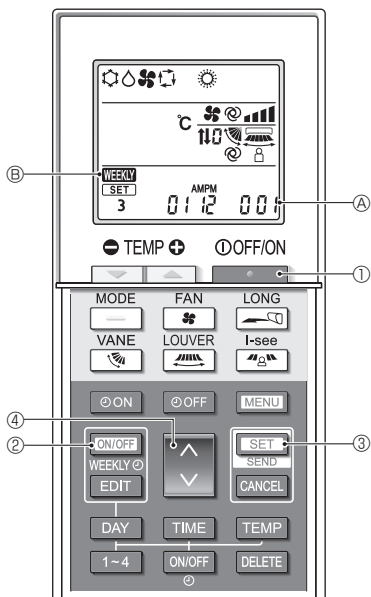

Fig. 6-1
(Fig. 6-1)
1. Nyomja meg az **ON/OFF** ⑨-es gombot a légkondicionáló kikapcsolásához.
- Ha a heti időzítő engedélyezve van, nyomja meg a **ON/OFF** gombot ⑨ az időzítő letiltásához. (A **WEEKLY** ⑥ eltűnik.)
2. Tartsa lenyomva a **SET** gombot ⑤ 3 másodpercig.
- A távvezérlő belép a funkcióbeállítási módba. (Villogni kezd a csoport modellbeállítási száma ④.)
6.2. A csoport modellbeállítási számának megadása (Fig. 6-1)